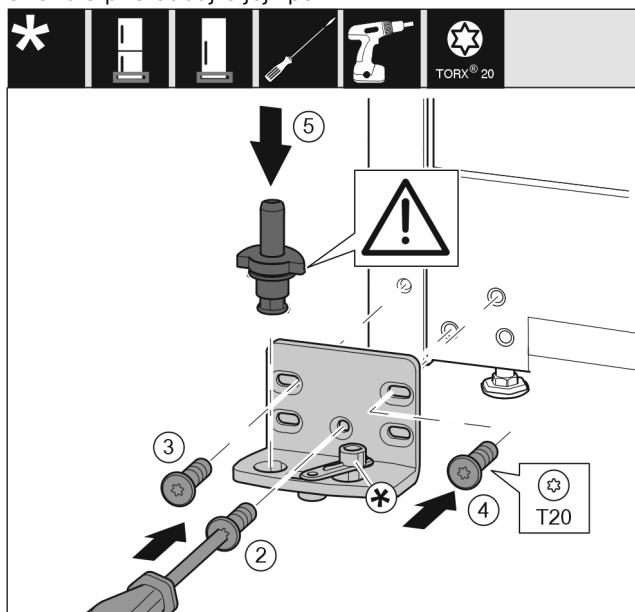

Fig. 20
- Nasadte stojan ložiska na druhé straně a přišroubujte pomocí šroubováku. Začněte šroubem Fig. 20 (2) dole uprostřed.
- Utáhněte šroub Fig. 20 (3) a šroub Fig. 20 (4).
- Zcela vložte ložiskový čep Fig. 20 (5). Přitom dávejte pozor, aby zajišťovací vačka směřovala dozadu.